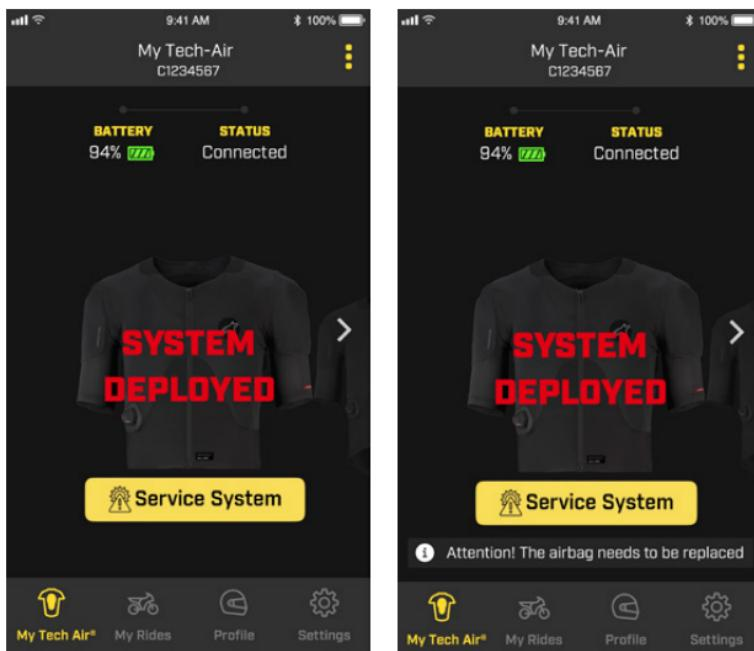

Figura 18: Vista del Sistema Tech-Air® desplegado (Izquierda) y vista de Notificación de Sustitución del Airbag (11) (Derecha).
En caso de despliegue del Sistema y cuando no se disponga de un Inflador de Gas (9), la Aplicación notificará este estado al Usuario mostrando el mensaje "SISTEMA DESPLEGADO" como se muestra en la Figura 18.